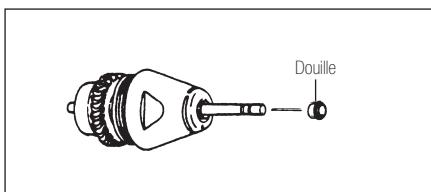

Fig.14
- Placez le guide le plus long de la douille à l'extrémité du manche du rotor tout d'abord le long de la fraise test (Fig.14).